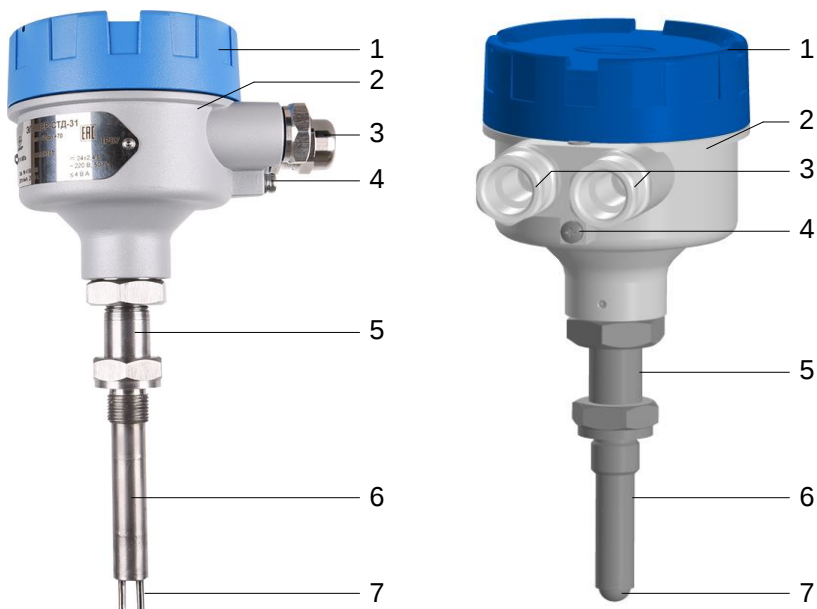

Рисунок 2.1 – Внешний вид сигнализаторов
2.3.3.1 Конструкция сигнализаторов (рисунок 2.1) включает закрытый резьбовой крышкой (1) корпус (2), кабельные вводы (3), винт заземления (4), зонд (5) с монтажным резьбовым штуцером (накидной гайкой или фланцем) и погружной частью (6), чувствительный элемент (7).